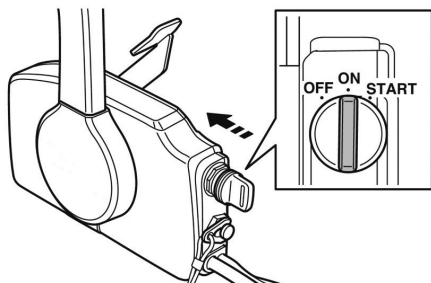

Рис. 33 Включение электромагнитного клапана управления воздушной заслонкой
2. Если двигатель лодочного мотора холодный, перед запуском нужно закрыть воздушную заслонку карбюратора. Нажмите на ключ зажигания (Рис. 33), при этом сработает электромагнитный клапан управления воздушной заслонкой, установленный на впускном коллекторе двигателя, и воздушная заслонка карбюратора закроется.